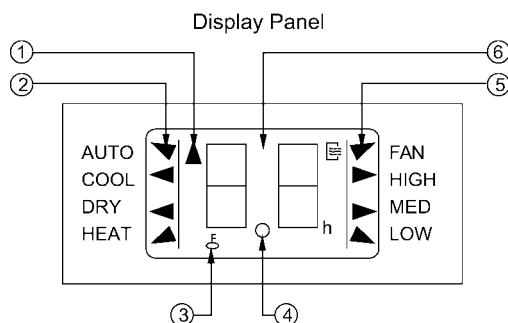

Fig. 2
• Bij gebruik van water moet de kant waar de lucht binnenkomt naar beneden zijn gericht (zie Fig. 2).
⚠️ OPMERKING: Alle onderdelen worden in Fig. 2 voor de duidelijkheid weergegeven. Tijdens werkelijk bedrijf verschijnen echter alleen de betreffende functionele onderdelen op de display.